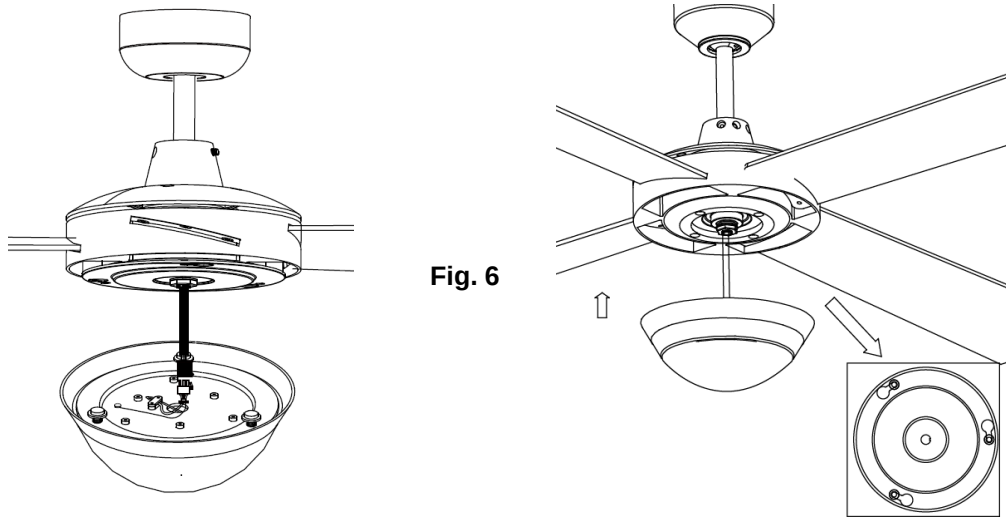

Fig. 6
2. Fissare il kit luce LED alla base della lampada e collegare i fili al kit luce LED tramite i connettori rapidi. Inserire le viti del gruppo involucro nelle estremità più grandi dei fori, quindi ruotare il corpo del kit luce LED in senso orario finché le viti non si fissano saldamente nelle estremità sottili dei fori. **Fig. 6**